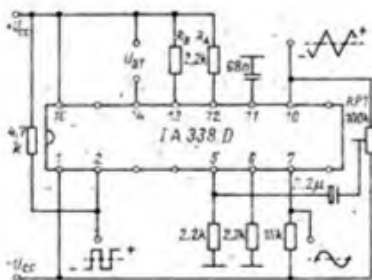

Bild 2: Grund- und Meßschaltung für den IA 338 D
Kennwerte (ermittelt mit Schaltung nach Bild 2 bei: $U_{CC} = \pm 15 V$)¹
Typische Abhängigkeiten (ermittelt in der Meßschaltung nach Bild 2)
- Mit den äußeren Widerständen R_A und R_B (Bild 2) sind die Grundströme der Stromquellen einstellbar.